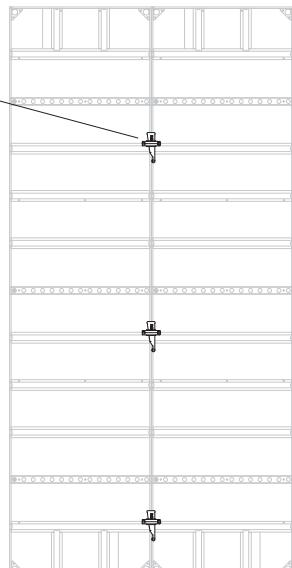

Fig. A5.01
$H = 3,00 \text{ m}$: 3 unid. Cerrojo con cuña (20) (Fig. A5.01)